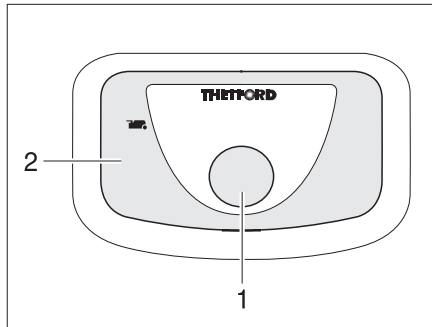

Fig. 352 Pulsante dello sciacquone/spia di controllo toilette Thetford
- Per sciacquare premere il pulsante blu (Fig. 352,1).
Quando la cassetta Thetford è piena e deve venire svuotata, la spia di controllo (Fig. 352,2) si accende.